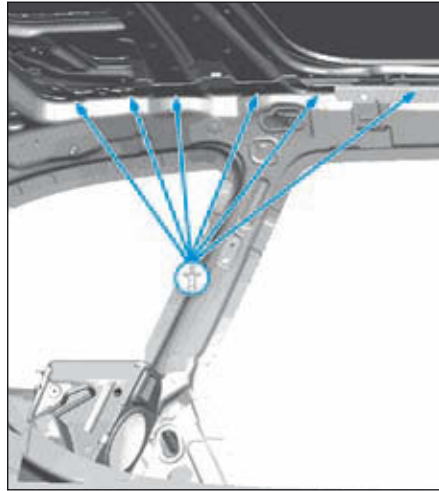
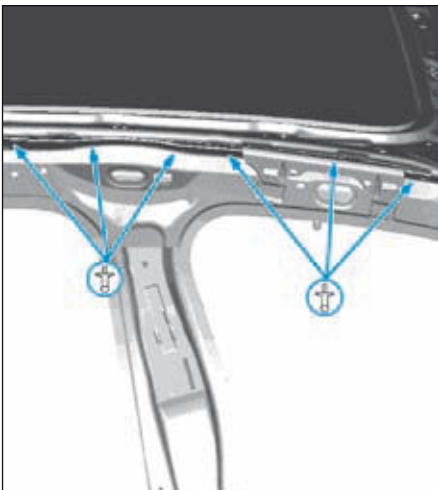

FIG.96
FIG.95
- Poser des rivets borgnes sur le cadre de pavillon (Fig.95) et (Fig.96).